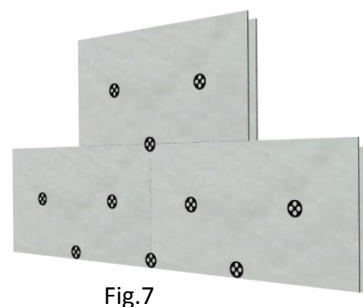

Fig.7
- Con lo stesso metodo procedere con gli altri pannelli della prima fila. Fig. 4-5-6. Per le file successive sarà sufficiente sfalsare il lato corto della prima coppia di pannelli Fig. 7, i restanti a questo punto saranno semplicemente posizionati in appoggio e a contatto con i bordi dei precedenti quindi fissati secondo lo schema.